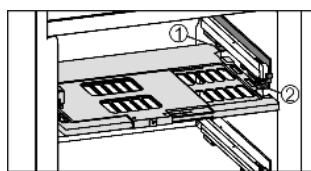

Fig. 9
- ▶ Установка пластины регулировки влажности: попеченные ребра крышки на пластине вставить через низ в задний держатель Fig. 9 (1) и защелкнуть спереди на держателе Fig. 9 (2).